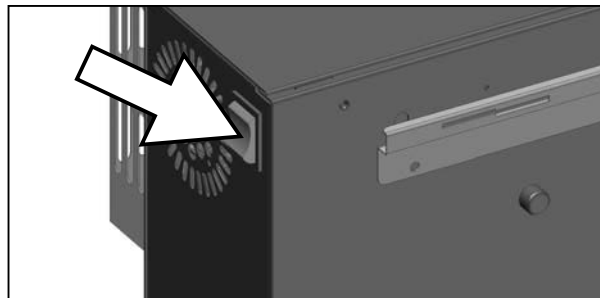

Fig. 21 Interrupteur secteur
- Pour mettre en marche le bloc réfrigérant, basculer la touche de l'interrupteur secteur (Fig. 21).